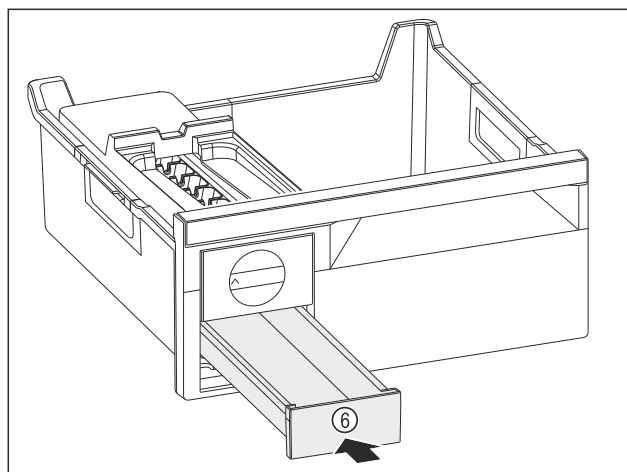

Fig. 136
- ▶ Spingere verso l'interno il cassetto del ghiaccio Fig. 136 (6).